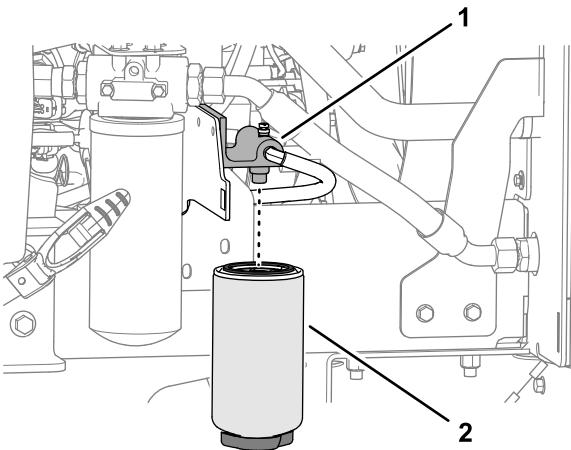

Figura 56
1. Mettete un contenitore pulito sotto la scatola del filtro del carburante (Figura 56).
3. Pulite l'area circostante la testa del filtro e il filtro del carburante (Figura 56).
4. Togliete la scatola del filtro e pulite la testa del filtro (Figura 56).